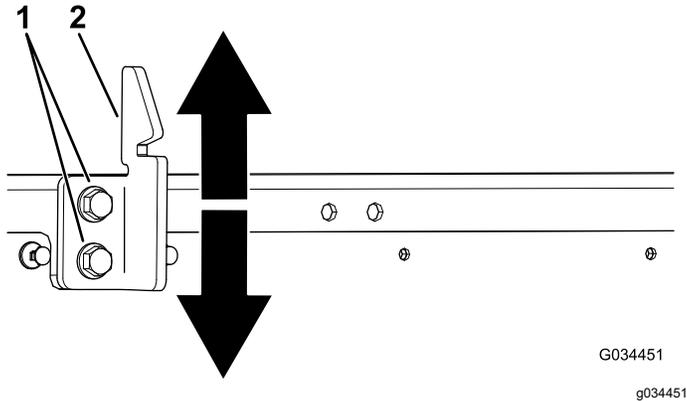

図 59
3. 荷台のラッチストライカのボルト2本をゆるめて、ストライカの上下位置を調整する 図 59。
4. ラッチストライカのボルト2本を締め付ける 図 59。